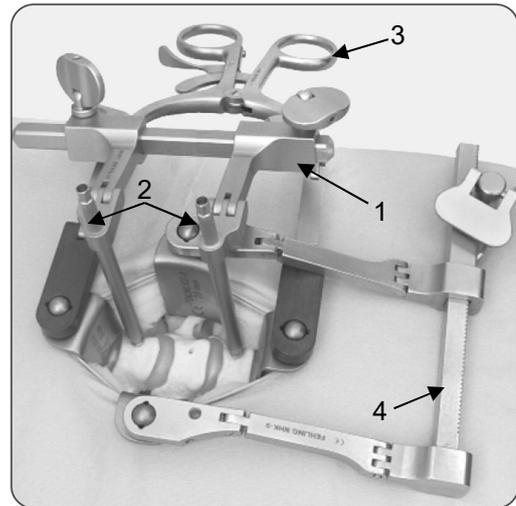

Abb. 2: Konfigurationsbeispiel für den CONCEPT HWS Intervertebraldistraktor (LMI-9F bzw. LMI-9L)
Abbildung 2 zeigt ein Konfigurationsbeispiel für den CONCEPT HWS Intervertebraldistraktor (1) in Verbindung mit je einem longitudinal (3) und transversal (4) ausgerichteten ATLAS HWS-Spreizer. In Tabelle 1 sind die entsprechenden Komponenten aufgelistet. Abbildung 3 zeigt beispielhaft einen Distraktionspin, welcher mithilfe des Pin-Drehers (siehe 8) Erforderliches Zubehör) in den Wirbelkörper hineingedreht wird. Die Distraktionspins besitzen am proximalen Ende ein Gewinde, an dem sie mit einer Fixiermutter (Abb. 4) fixiert werden.